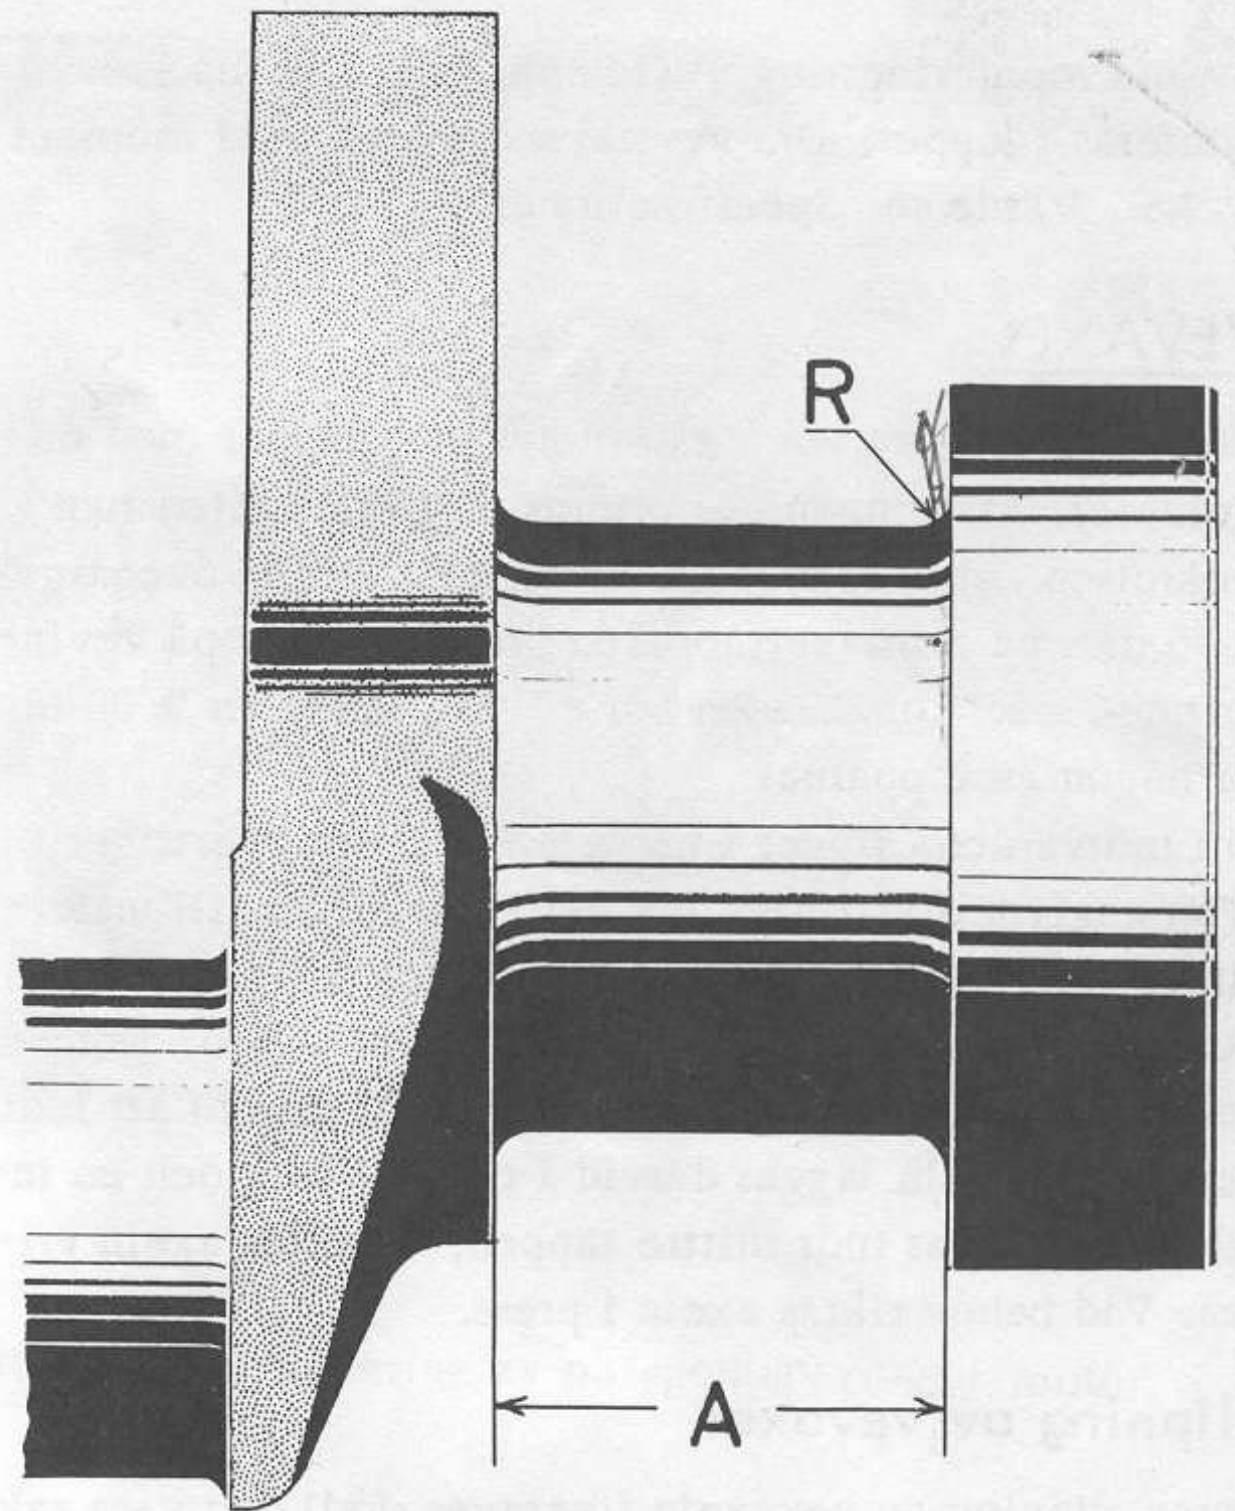

Bild C 6 Lagertapp
Radierna vid tapparnas ändar skall vara 2,0-2,5 mm för samtliga tappar, se bild C 6. Breddmåttet (A) för bakre ramlagret är beroende av tappens dimension och slipas så att rätt mått erhålles. Se "Specifikationer". Efter slipning skall oljekanalernas mynningar noga gradas och samtliga tappar lappas med fin slippasta till bästa ytfinhet, varefter axeln tvättas. Samtliga oljekanaler rengöres särskilt noggrant så att alla rester av spån och slipmedel avlägsnas.